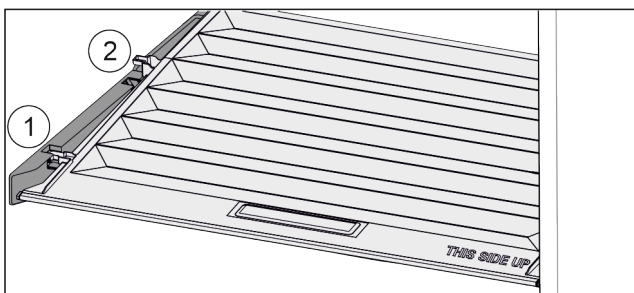

Fig. 38
- ▶ Veko potiahnite dopredu až k otvoru v prídržných dieloch Fig. 38 (1).
- ▶ Vzadu ho nadvihnite zospodu a zložte smerom nahor Fig. 38 (2).